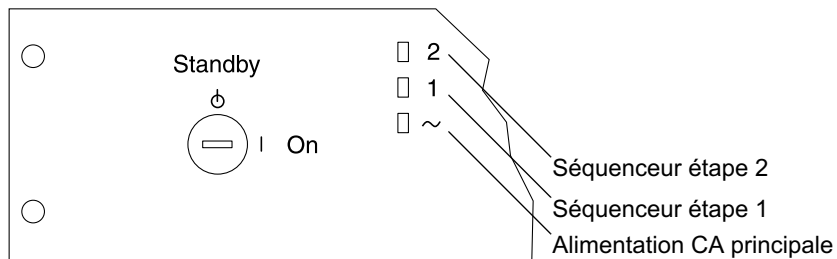

FIGURE 4-3 Voyants d'état du séquenceur avant
6. Tournez le commutateur à l'avant du système de stockage sur la position On (FIGURE 4-3).